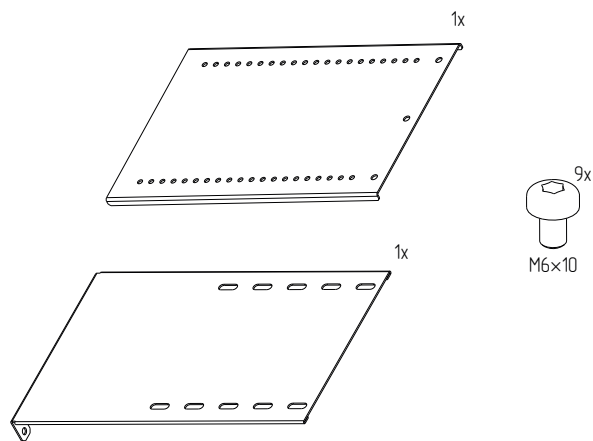

Рисунок 143 – Перегородка секционирования вертикальная для вертикального шинного отсека
4.48.2 Проверить комплектность (рисунок 143, 144, 145).